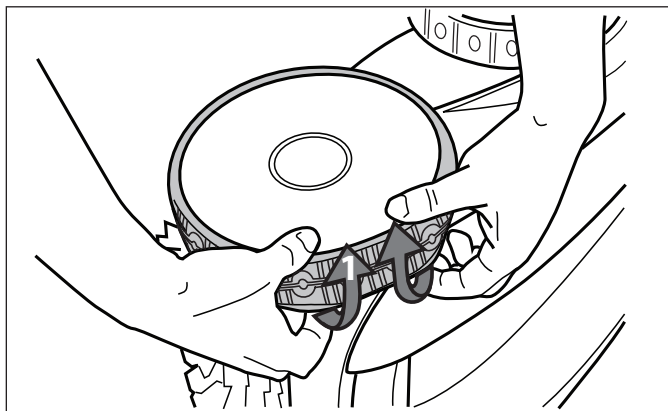

Figure 33. Détacher le pneu usé de la roue
1. Tirer sur l'intérieur du vieux pneu pour enlever le pourtour du pneu de la roue. Voir la Figure 33.